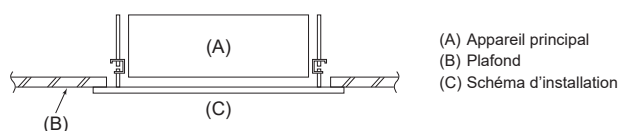

Fig. 3-7
3.7. Confirmer l'emplacement de l'appareil principal et serrer les boulons de suspension (Fig. 3-7)